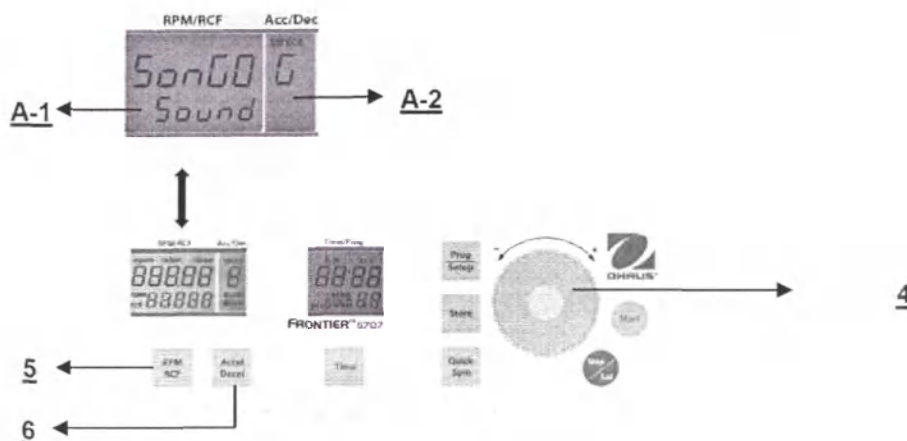

Рис. 31
Включите режим установки параметров, как указано в разделе 4.1.2, затем нажмите кнопку **Accel/Decel** (6). В поле **Acc/Dec** (A-2) будет мигать слово **Service**. С помощью сенсорного диска (4) выберите символ **G**. В поле **RPM/RCF** (A-1) появится текст **SonGo/Sound**. Нажмите кнопку **RPM/RCF** (5) и с помощью сенсорного диска (4) выберите мелодию звукового сигнала. (См. рис. 31.)